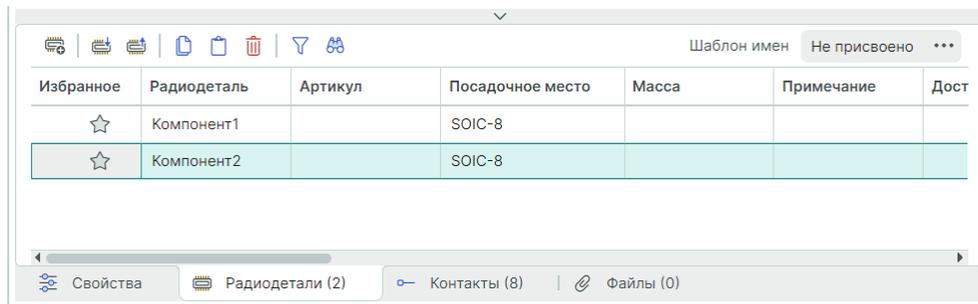

Рис. 315 Новая строка для описания радиодетали
2. После этого в таблицу будет добавлена новая строка, предназначенная для описания радиодетали, см. Рис. 315.